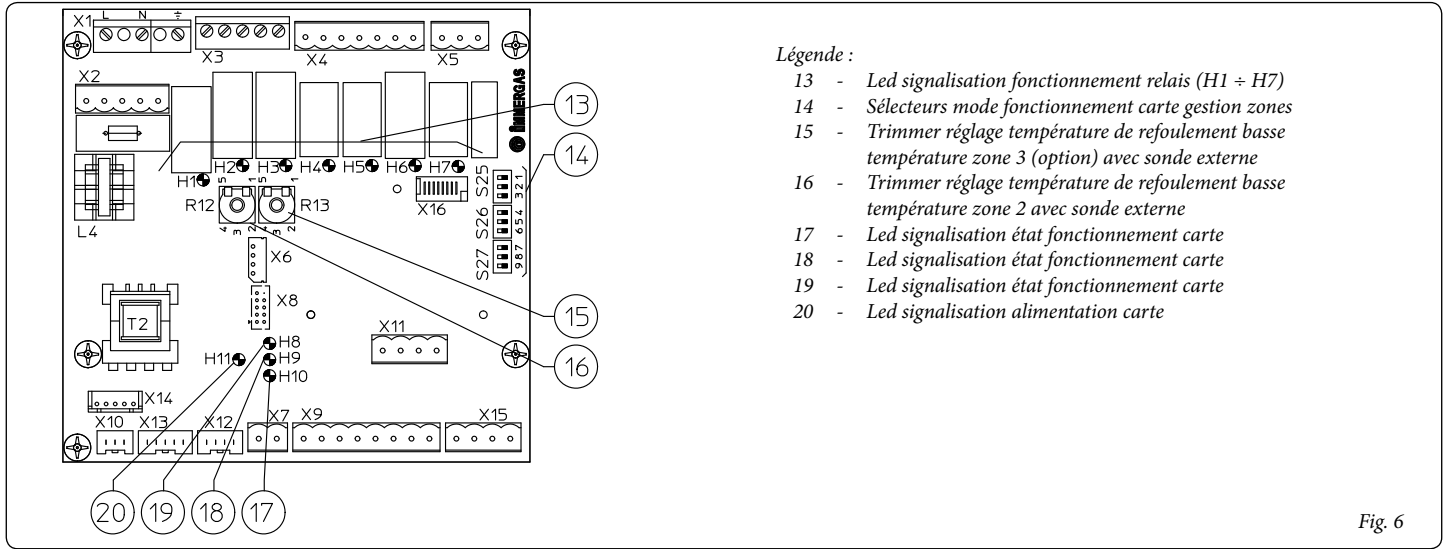
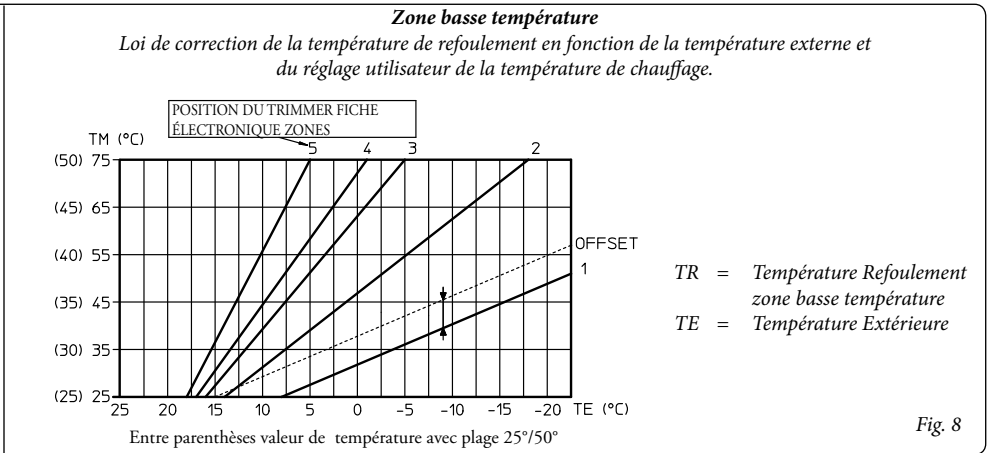

Fig. 6
Fig. 8
- **Contrôle de la zone en Basse Température.** La corrélation entre la température de refoulement et la température extérieure est déterminée par la position du trimmer (16 Fig. 6) présent sur la carte à zones, selon la courbe représentée dans le diagramme (Fig. 8).